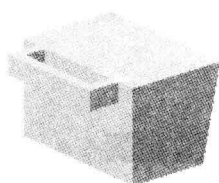
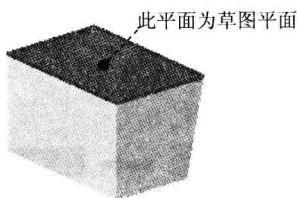

图 1.4 拉伸特征 2
图 1.5 定义草图平面
(4) 单击 **确定** 按钮，完成拉伸特征 1 的创建。
Step3. 创建图 1.4 所示的拉伸特征 2。
(1) 选择命令。选择下拉菜单 **插入(I)** → **设计特征(F)** → **拉伸(E)...** 命令（或单击 **拉伸(E)...** 按钮），系统弹出“拉伸”对话框。
(2) 单击“拉伸”对话框中的“绘制截面”按钮 ，系统弹出“创建草图”对话框。
① 定义草图平面。选取图 1.5 所示的模型表面为草图平面，单击 **确定** 按钮。